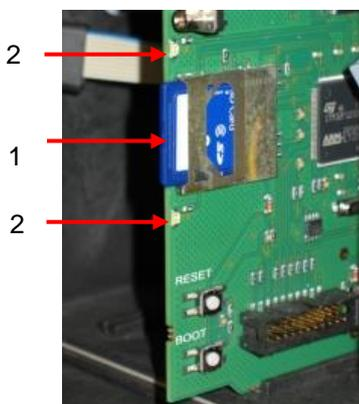

Abbildung 18
1. Schieben Sie die SD-Karte in den dafür vorgesehenen Steckplatz (1), wie es in Abbildung 18 dargestellt ist.